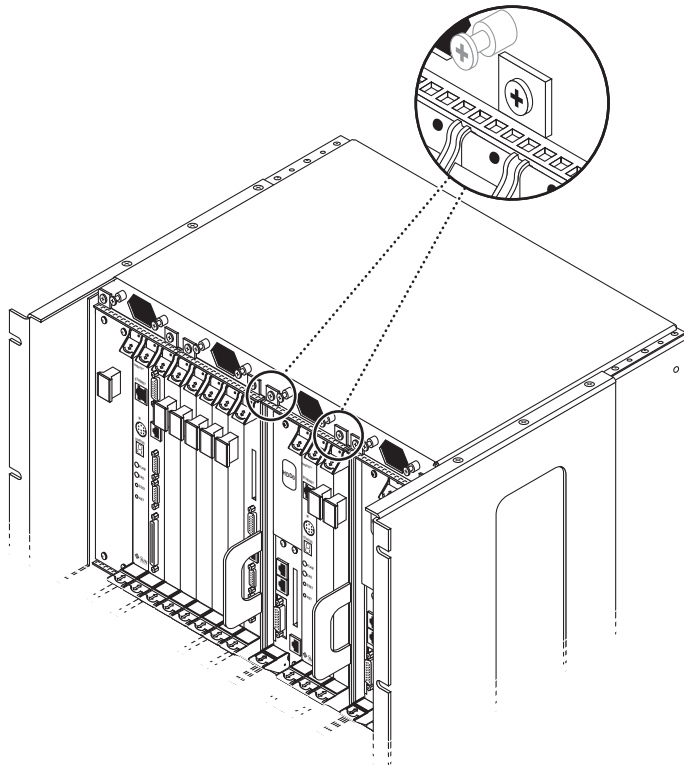

ABBILDUNG 2-9 Lösen der Schrauben am oberen Rand des Netra ct 400 Servers
- Wenn Sie einen Netra ct 400 Server ausbauen, lösen Sie die *zwei* schwarzen Befestigungsschrauben am oberen Rand des Servers (ABBILDUNG 2-9).